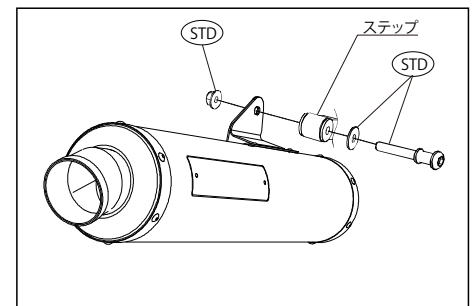

図 2
- ② マフラーを車体へ仮組みします。
- 注意:**サイレンサースターは、タンデムステップ内側(車体とステップの間)になるようにして下さい(図.2)